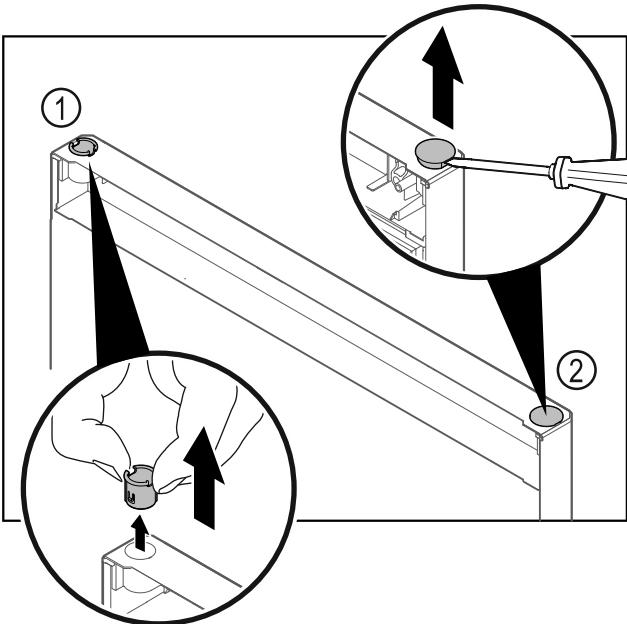

Fig. 18
► Izvucite čahuru šarke Fig. 18 (1) prstima.
► Odvijačem s ravnom glavom oprezno podignite čep Fig. 18 (2) i izvadite ga.